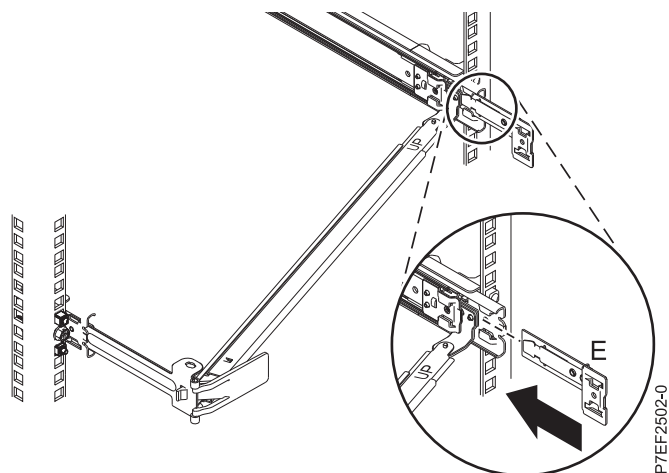

図 13. 拡張ブラケットをスライド・レールに取り付ける
5. バネ仕掛けのピンが所定の位置に収まるまで拡張ブラケット (E) を右スライド・レールに滑り込ませます。詳しくは、10 ページの図 13 を参照してください。